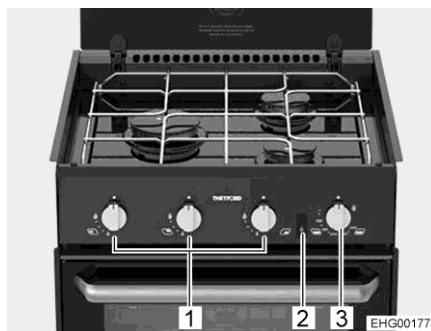
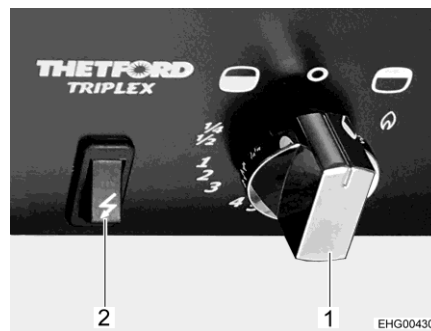

Fig. 256 Cuisinière avec plaque à gaz
Fig. 257 Boutons de commande (four à gaz avec grill)
- Appuyer sur le bouton tournant (Fig. 256,1) du brûleur désiré, le tourner sur la position d'allumage (grande flamme) et le maintenir pressé jusqu'à ce que la flamme brûle (au plus pendant 15 secondes).
- Appuyer sur le bouton tournant (Fig. 256,3 et Fig. 257,1) et le régler à la puissance maximale en le faisant tourner dans le sens inverse des aiguilles d'une montre (en direction du symbole de four "☪").
- Enfoncer le bouton tournant (Fig. 256,3 et Fig. 257,1) et le maintenir enfoncé pendant 5 à 10 secondes. Le gaz s'écoule vers le brûleur.
- Appuyer sur l'interrupteur d'allumage (Fig. 256,2 et Fig. 257,2) jusqu'à ce que la flamme se consume.
- Appuyer sur le bouton tournant (Fig. 256,3 et Fig. 257,1) et le placer sur le symbole de la flamme en le faisant tourner dans le sens des aiguilles d'une montre (en direction du symbole de grill "☼").
- Tourner le bouton tournant (Fig. 257,1) sur "O". La flamme s'éteint.